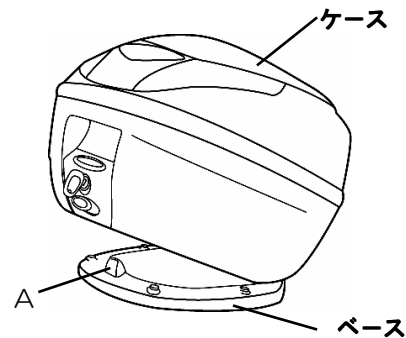

図6
3. ①ケースを取付ける
3-1.車体に取付けたマウント部に①ケースを引っ掛けます。(図6参照)